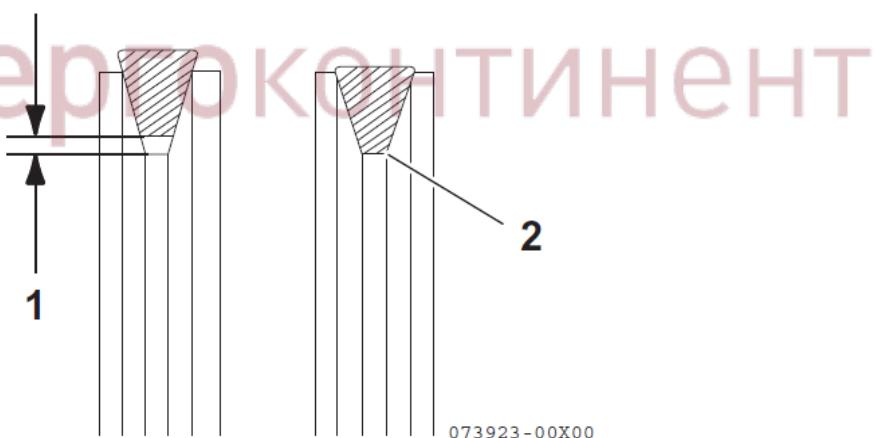

Рисунок 43
4. Снимите одну из крышек маслозаливной горловины (рисунок 43, (1)), чтобы проветрить картер двигателя и обеспечить свободный слив моторного масла.
3. Закрепить клинообразный ремень в положении, при котором установлено требуемое натяжение ремня. Между клинообразным ремнем и дном желобка шкива должен быть зазор (рисунок 43 (1)). Если зазор (рисунок 43 (2)) между клинообразным ремнем и дном желобка шкива отсутствует, следует заменить клинообразный ремень.